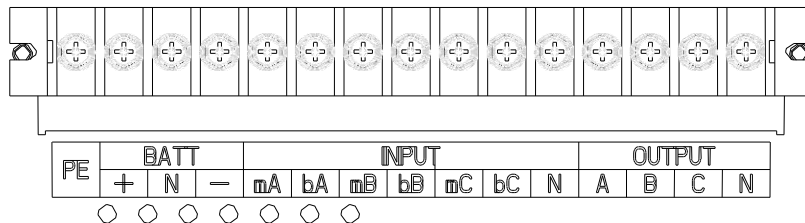

Рис.3-5 Соединительные клеммы для 10/15 кВА
2. Откройте заднюю дверцу шкафа, снимите пластиковую крышку. Входная и выходная клеммы, клемма аккумулятора и клемма защитного заземления показаны на рис. 3-5 и рис. 3-6.